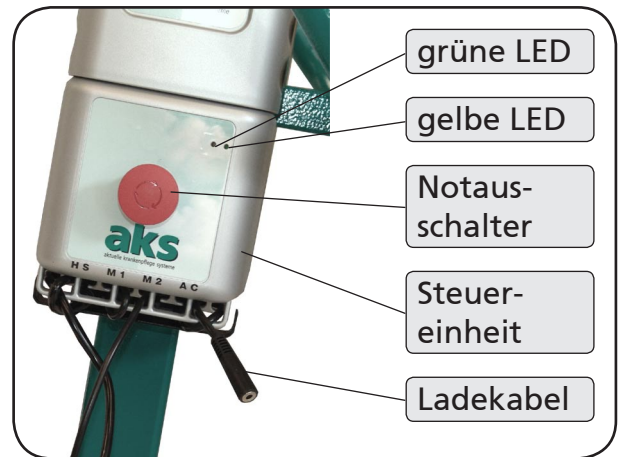

Abbildung 08
5. Überprüfen Sie die Steckverbindungen an der Steuereinheit (Abbildung 08):
7. Entriegeln Sie den Notauschalter (Abbildung 08), falls er gedrückt ist, durch Verdrehen im Uhrzeigersinn.